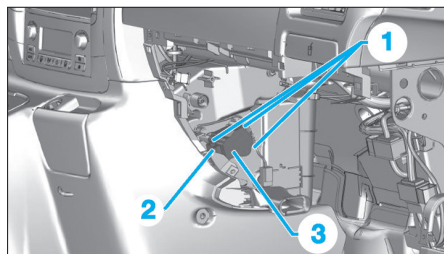

Fig. 39
- les 3 vis (1) (Fig.39),
- Déconnecter le connecteur (2).
- Déposer le motoréducteur de mixage d'air droit (3).